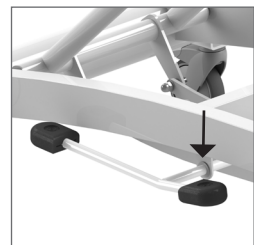

Abbildung 4. Absenken.
- Der Duschwagen wird nach unten bewegt, indem das kurze Teil des Fußpedals gedrückt wird (*Siehe Abbildung 4*).